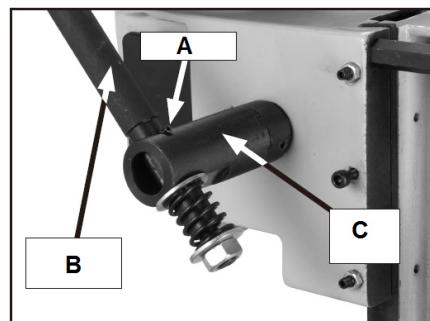

Рис. 3
Установка рукоятки вертикальной подачи (Рис. 3):
1. Открутите шестигранную гайку, снимите сжимающую пружину и две шайбы с рукоятки вертикальной подачи (В, Рис. 3).
2. Вставьте рукоятку подачи в муфту (С), как показано на Рис. 3. Убедитесь, что шип рукоятки (А, Рис. 3) попал в канавку на муфте.